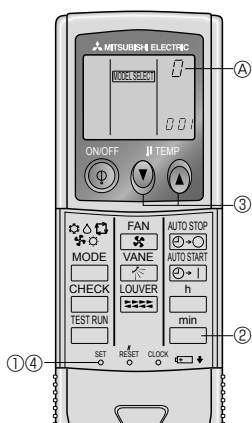

Fig. 6-8
5) Afectação de controlo remoto a cada unidade (Fig. 6-8)